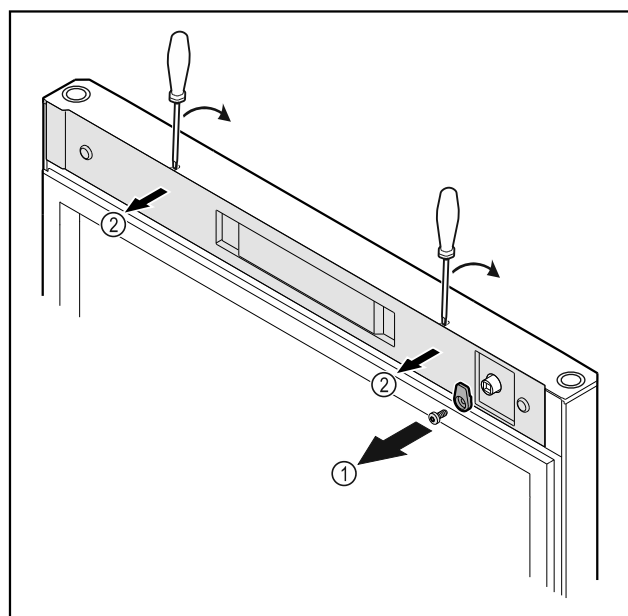

Fig. 12 \*
- ▶ Odšroubujte petlici Fig. 12 (1)\*
- ▶ Uvolněte kryt Fig. 12 (1) malým šroubovákem a sejměte jej.\*